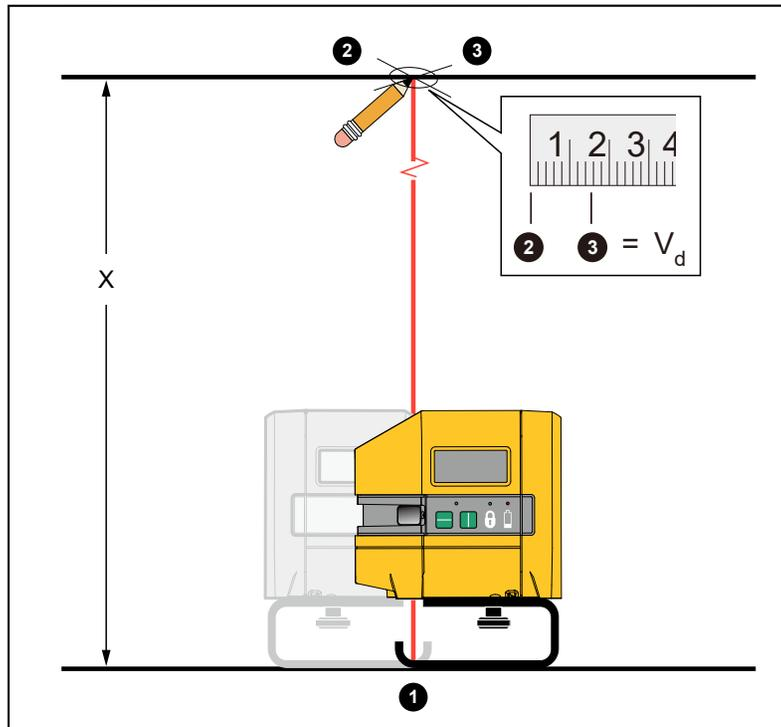

Figura 7. Precisão do prumo
2. Faça uma cruz no fundo desse local. ❶
3. Centralize o laser para baixo em ambos os eixos da cruz. Veja a Figura 7.